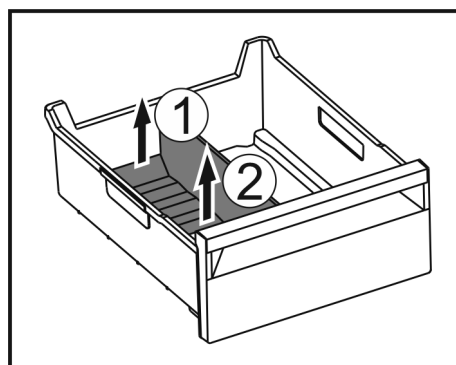

Fig. 183
- ▶ Podnieść tylną część separatora do szuflady na lód. Fig. 183 (1)
- ▶ Separator do szuflady na lód podnieść do góry. Fig. 183 (2)